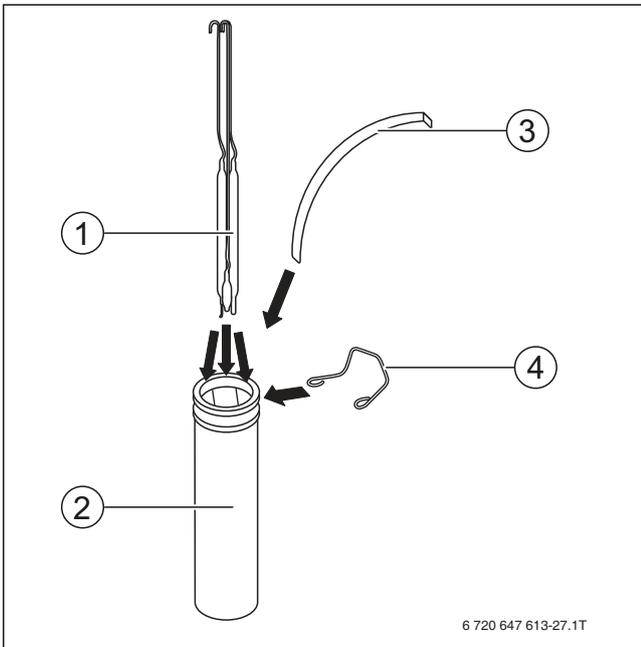

Рис. 23 Установка датчиков температуры в погружную гильзу
- ▶ Задвиньте датчики температуры (→ рис. 23, [1]) до дна погружной гильзы (→ рис. 23, [2]).
- ▶ Прижмите датчик температуры компенсационной пружиной (→ рис. 23, [3]) к стенке погружной гильзы.
- ▶ Закрепите датчик температуры пружинной защёлкой (→ рис. 23, [4]).